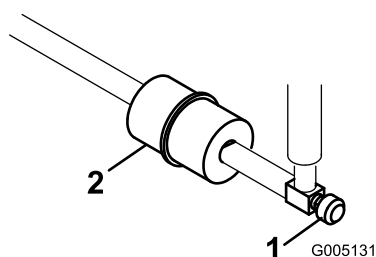

Bild 44
In die Kraftstoffleitung ist zwischen dem Kraftstofftank und dem Vergaser ein Filter eingebaut (Bild 44).
1. Schließen Sie den Kraftstoffhahn, lockern die Schlauchklemme an der Vergaserseite des Filters und ziehen die Kraftstoffleitung vom Filter ab (Bild 44).
2. Stellen Sie eine Auffangwanne unter den Filter, lockern die verbliebene Schlauchklemme und entfernen den Filter (Bild 44).